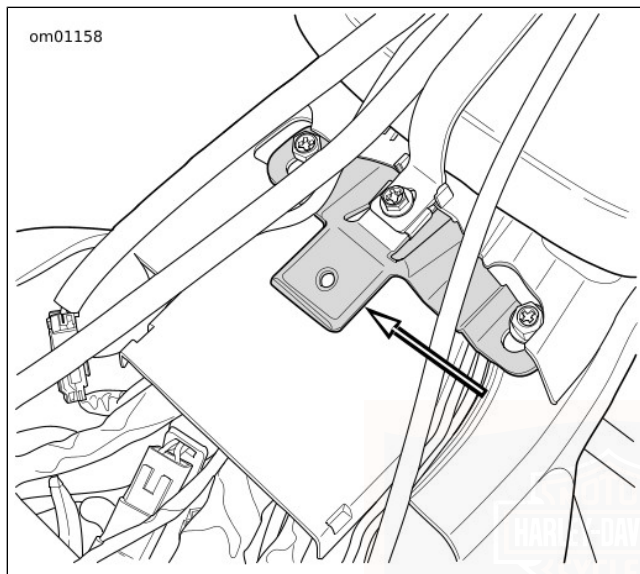

Figure 99. Languette de selle
3. Voir Figure 99. Tout en poussant la selle vers l'avant, soulever l'arrière de la selle jusqu'à ce que le support se dégage du dessus de l'ensemble de carrosserie. Pousser légèrement la selle vers l'arrière pour la dégager de la languette sur le support de réservoir à carburant arrière.
4. Voir Figure 99. Tout en poussant la selle vers l'avant, soulever l'arrière de la selle jusqu'à ce que le support soit dégagé du dessus du coffre Tour-Pak. Pousser légèrement la selle vers l'arrière pour la dégager de la languette sur le support de réservoir à carburant arrière.